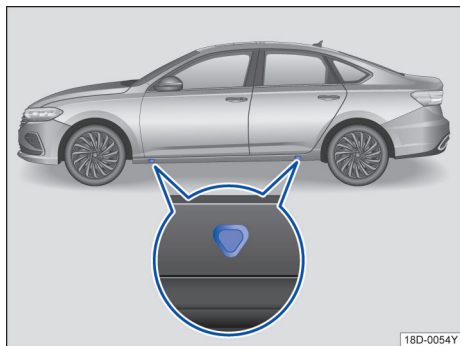
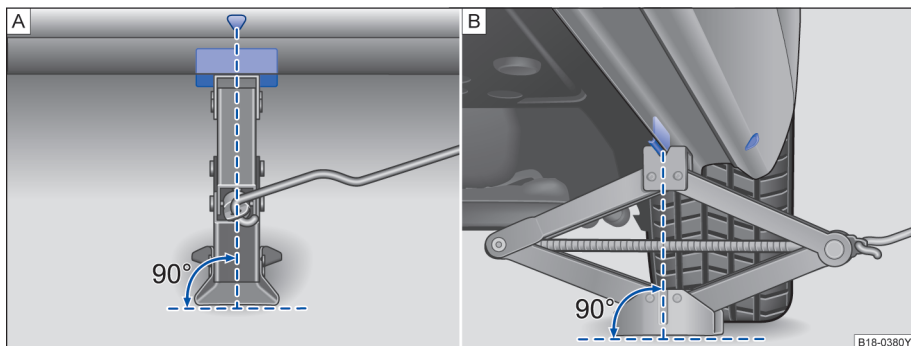

图 156 汽车底板：千斤顶位置的标记
图 157 安放汽车千斤顶
汽车千斤顶只允许放置在图示支撑点（位于标记的正下方）处→图 157。在每个车轮旁都有相应的标记→图 156。
5. 在车身底部下方找到靠近更换的车轮侧的千斤顶支撑点→图 156。